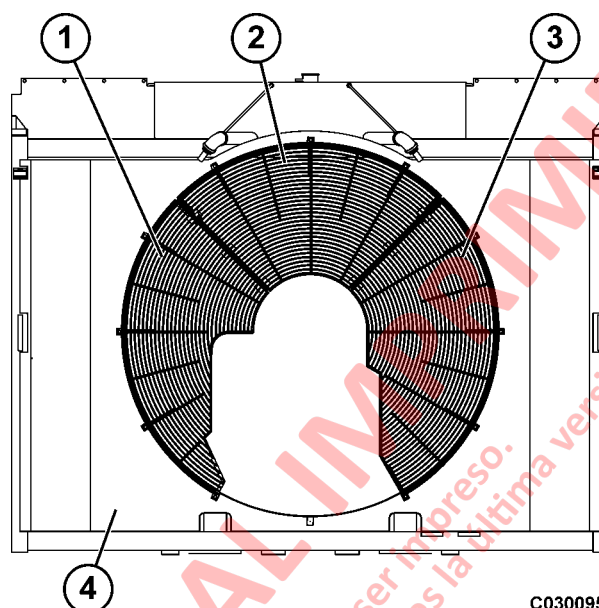
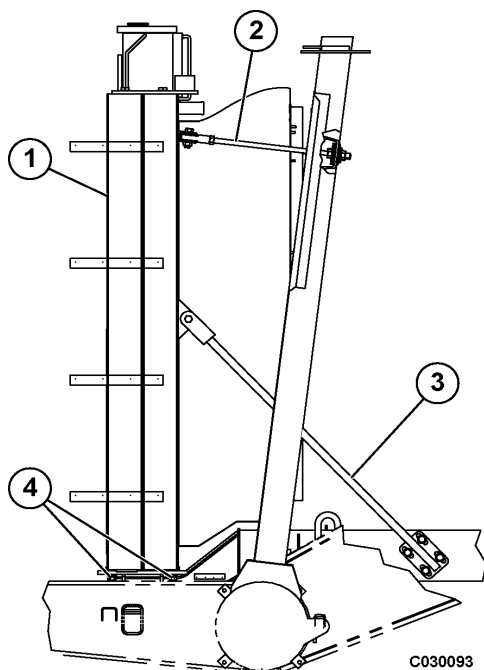

FIGURA 3-4. PROTECCIONES DEL VENTILADOR
FIGURA 3-5. MONTAJE DEL RADIADOR
8. Saque los pernos y las arandelas de seguridad para soltar las protecciones del ventilador (1, 2 y 3, Figura 3-4) de la cubierta del radiador (4).
10. Saque las varillas superiores de soporte (2, Figura 3-5) y las barras estabilizadoras (3).
- Instale el elemento de montaje del radiador (4, Figura 3-5) en los soportes de montaje inferiores del radiador. No apriete la pieza en esta ocasión.
- Inspeccione los bujes de goma de las varillas superiores de soporte (2) y reemplácelas si están desgastadas o dañadas.
- Instale las varillas superiores de soporte (2) y el elemento de montaje en ambos extremos. No apriete la pieza en esta ocasión.
- Apriete el elemento de montaje del radiador (4) al torque estándar en los soportes inferiores de montaje.
- Para una mayor estabilidad, puede instalar las barras estabilizadoras (3). Instálelas en los soportes del radiador y el subchasis como se muestra, luego apriete el elemento de montaje al torque estándar.
- Instale las protecciones del ventilador (1, 2 y 3, Figura 3-4) con el elemento de montaje original. Si están equipadas, conecte las varillas estabilizadoras entre las protecciones izquierda y derecha y el motor.